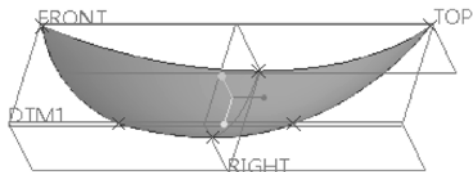

图 7-45 完成的双向边界混合曲面
⑤ 其余选项接受默认项。在“边界混合”选项卡中单击“完成”按钮，完成双向边界混合曲面的创建，其曲面效果如图 7-45 所示。